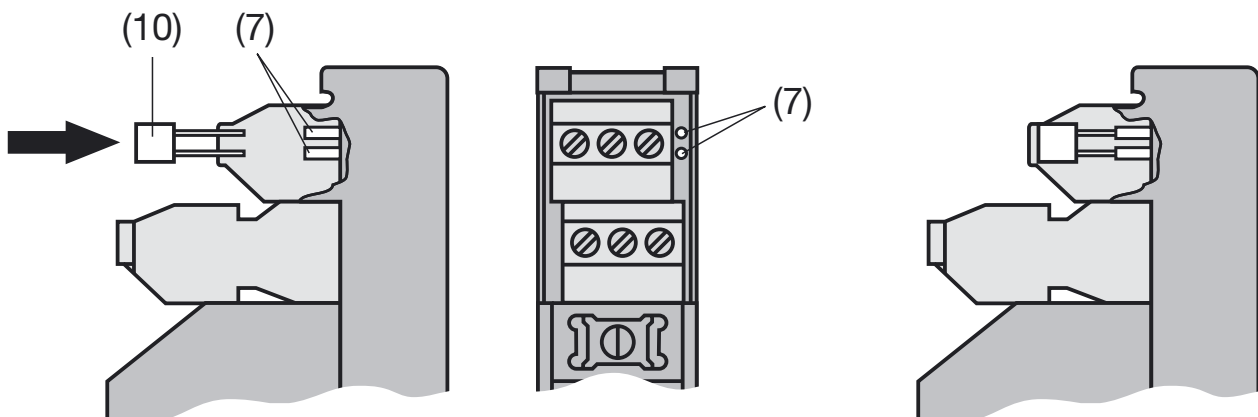

Bild 7. Kompensations-Widerstand Ni 100 (10) in Steckanschluss (7) auf dem Geräteträger einstecken.
Ni 100 (10) mit geeigneter Pinzette fassen und Anschlussdrähte in den Steckanschluss (7) einführen (Bild 7).
² Ni 100 gemäss Bild 7 dieser Betriebsanleitung einstecken.